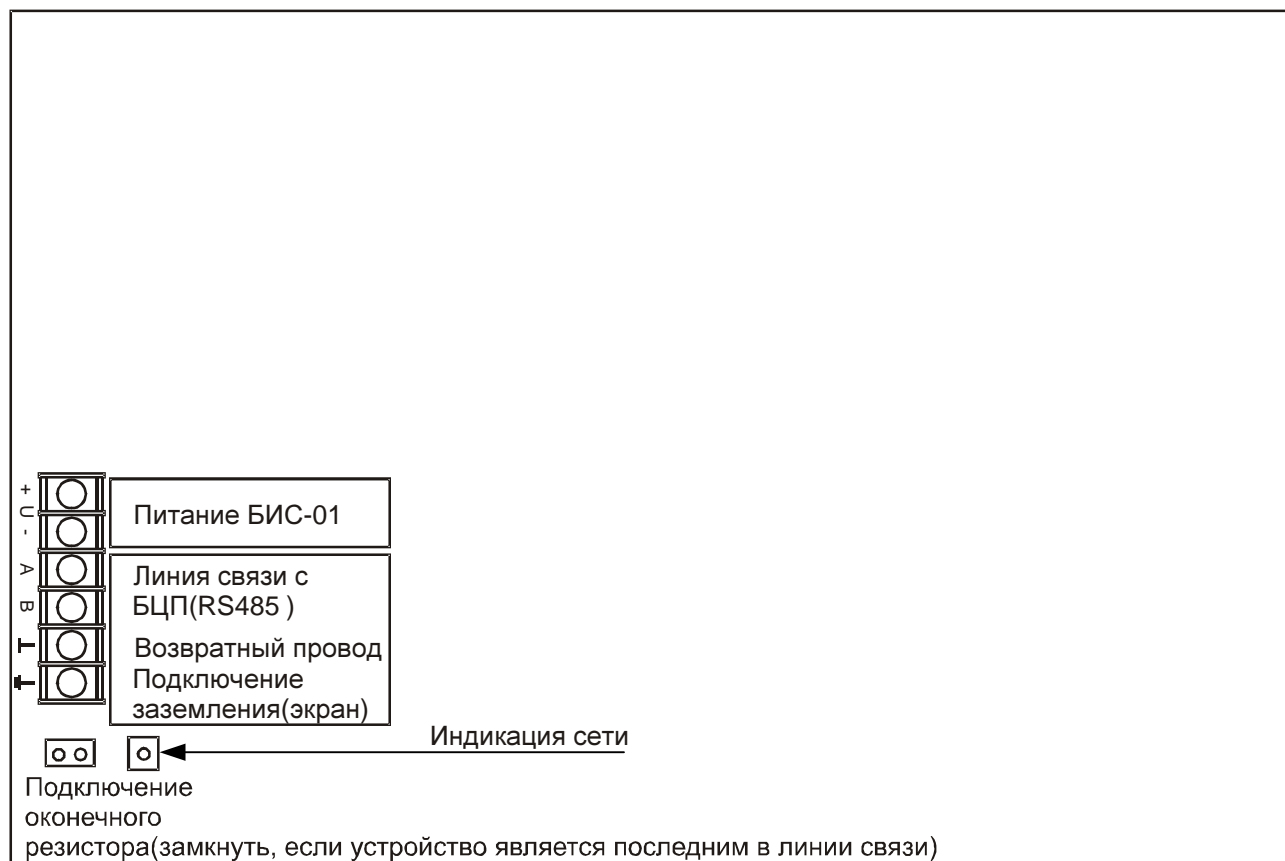

Рис.3 Внешний вид платы БИС-Р.
5.3. Подключение БИС-Р к линиям связи с БЦП и источнику питания осуществляется через клеммную колодку, установленную на плате Рис.3.